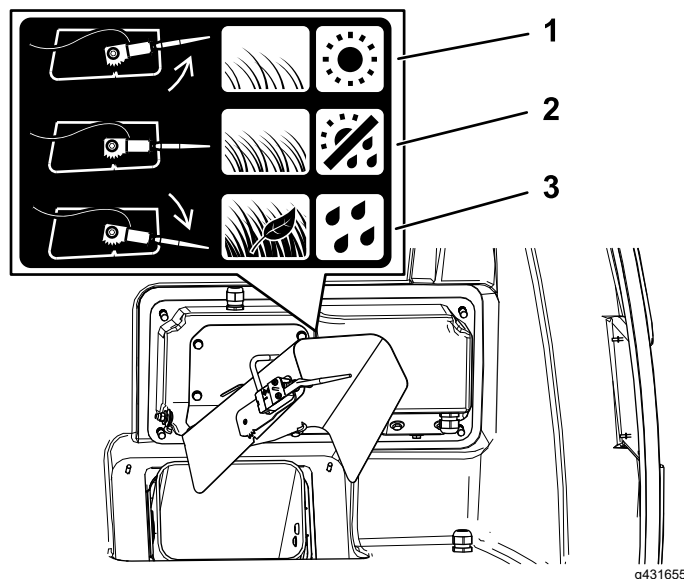

Figura 28
- Se le condizioni dell'erba e meteorologiche sono normali, ruotate il sensore nella posizione centrale (Figura 28).
- Se l'erba è folta e bagnata oppure in caso di raccolta delle foglie o di riempimento della tramoggia prima dell'attivazione del sensore, ruotate il sensore verso il basso (Figura 28).
- Se l'erba è rada e secca o se l'apparato di taglio si disinnesta prima che la tramoggia sia riempita, ruotate il sensore verso l'alto (Figura 28).